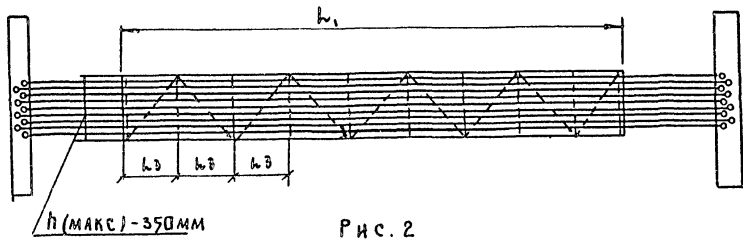

Рис. 2
7. Провода для гибкой ленты нарезаются отрезками равной длины, с учетом вшитой части и свободных концов (по проекту) и укладываются на козлы (рис. 2 и 3). Провода меньшего сечения занимают середину ленты, последующие провода укладываются симметрично по возрастанию к краям сечению (рис. 1).
9. Брезент берут, протягивают его под проводом и раскладывают на козлах, оставляя равные концы проводов обенх сторон, не подлежащих обшивке. Свободные концы проводов нужны для дальнейшего монтажа в клеммных коробках (рис. 2 и 3).
После окончания прошивки канатов делают разметку поперечных швов, шаг которого равен ширине ленты L3 (рис. 2) По намеченной разметке прошивают ленту поперечными швами. Последующая прошивка по диагонали между поперечными швами (рис. 2).